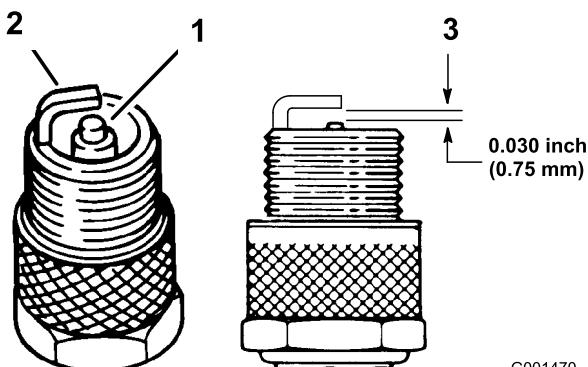

Bild 27
1. Sehen Sie sich die Mitte der Zündkerzen an (Bild 27). Wenn der Kerzenstein hellbraun oder grau ist, ist der Motor richtig eingestellt. Eine schwarze Schicht am Kerzenstein weist normalerweise auf einen schmutzigen Luftfilter hin.
seitliche Elektrode (Bild 27), wenn der Abstand nicht stimmt.
3. Schließen Sie die Zündkerzenstecker an die Zündkerzen (Bild 27).
3. Prüfen Sie den Abstand zwischen den mittleren und seitlichen Elektroden (Bild 27). Verbiegen Sie die